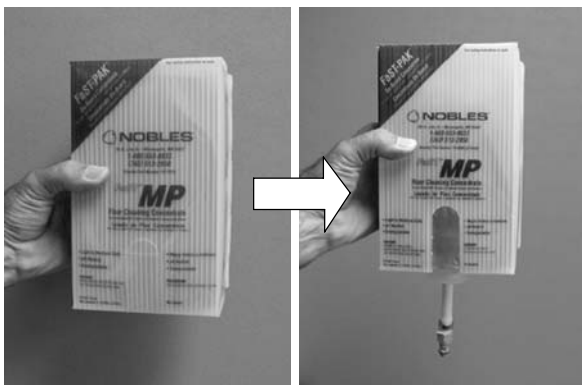

FIG. 11
1. Retirez l'éjecteur perforé du carton de concentré FaST-PAK. N'enlevez pas le sac du carton. Tirez le raccord de tuyau au travers de l'éjecteur et retirez le bouchon orange (Figure 11).